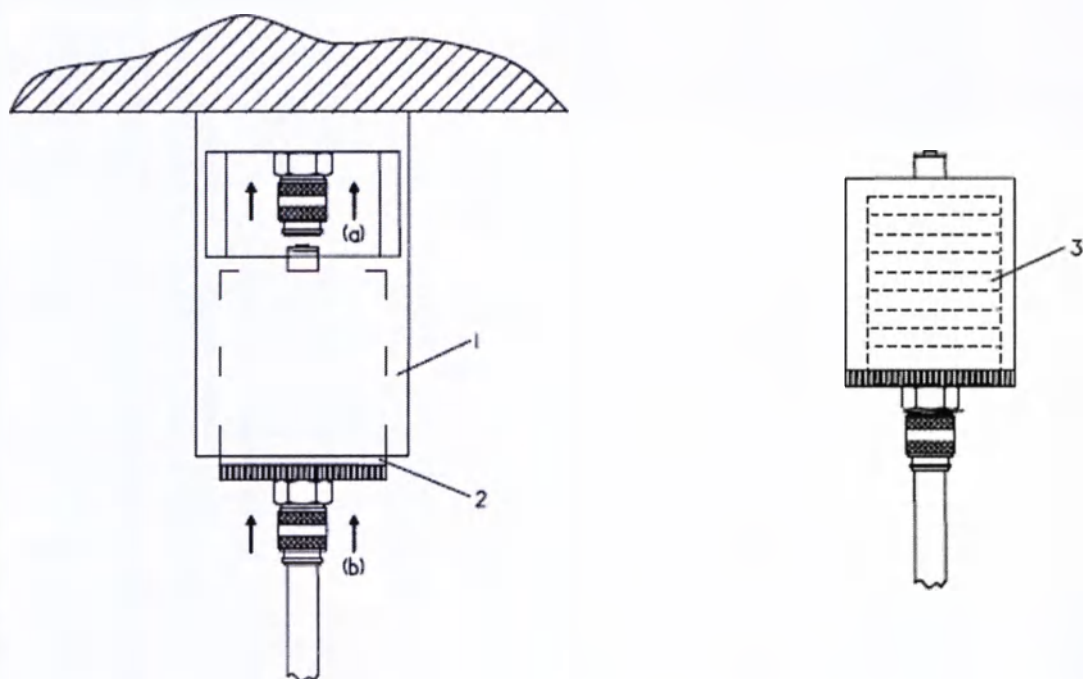

Рис. 4
Устройство для промывания ушных раковин оснащено фильтром для воды (Рис. 1 (5)). Внутри металлического корпуса фильтра (Рис. 4 / (2)) расположен патрон фильтра (мембранный фильтр, размер пор 0,2 мкм). Для предотвращения понижения температуры воды металлический корпус фильтра нагревается посредством окружающего его кожуха (Рис. 4 / (1)).